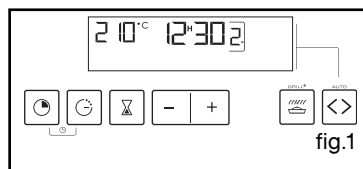

fig.1
• Grille sécurité anti-basculement (fig.1)
L'afficheur clignote à 12:00. (fig.1)
Le sélecteur de fonction doit obligatoirement être sur la position 0 (fig.1).
- Choisissez le mode de cuisson souhaité et ajustez la température (fig.1).
L'affichage de la fin de cuisson pour indiquer que le réglage est alors possible (fig. 1).
– Le programmeur ne doit afficher que l'heure (fig.1).